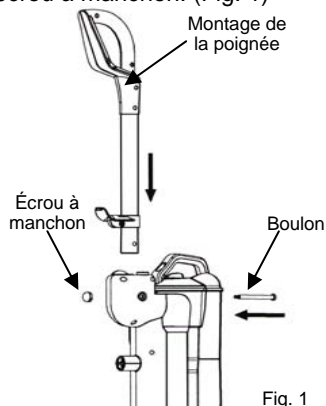

Fig. 1
- Insérez la poignée dans le trou au-dessus de l'unité. Assurez-vous que la fente de la poignée s'ajuste correctement à l'intérieur de l'ouverture. (Fig. 1)
- Insérez l'écrou à manchon à l'intérieur de l'unité en premier. Ensuite, en tenant l'écrou à manchon avec votre pouce, insérez le boulon. En utilisant un tournevis plat ou la bordure d'une pièce de monnaie, solidifiez le boulon à l'écrou à manchon. (Fig. 1)